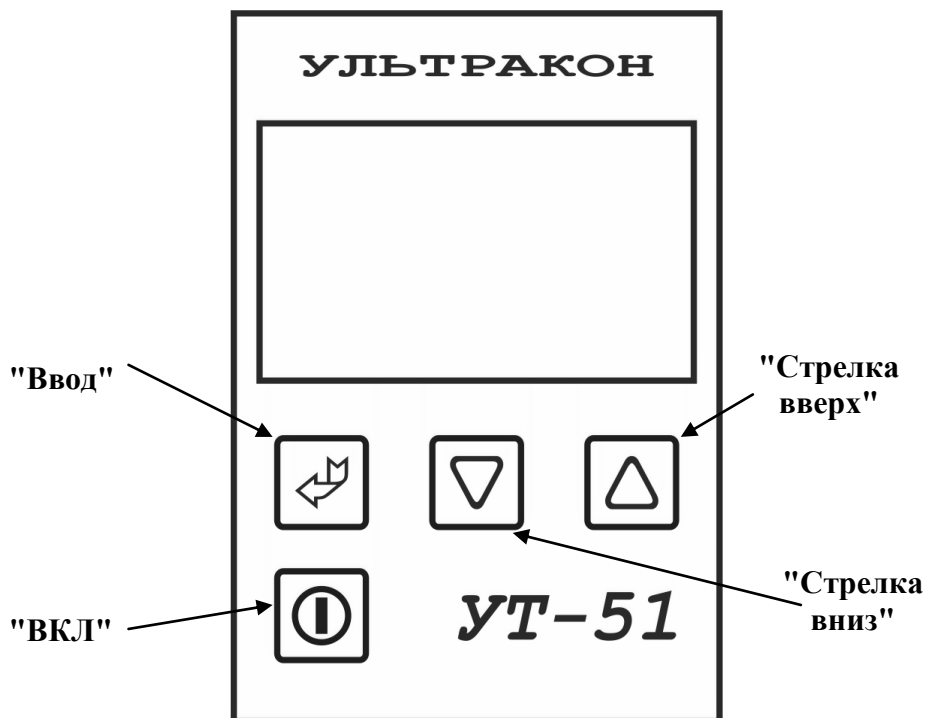

Рисунок 1 – Внешний вид передней панели толщиномера УТ-51
4.4 Конструкция толщиномера включает в свой состав электронный блок и набор ПЭП, которые подключаются к электронному блоку через соответствующие разъемы. В верхнюю часть корпуса электронного блока толщиномера вмонтирована пластина для проведения процедуры компенсации времени распространения УЗК в ПЭП (далее по тексту - вмонтированная пластина). Органы управления толщиномера расположены на передней панели (см. рисунок 1), на которой также расположен графический индикатор. В нижней части корпуса прибора под